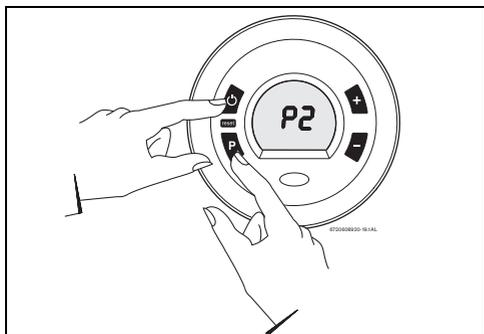

Fig. 48
- ▶ Appuyer, de manière continue, sur la touche de programmes et appuyer sur l'interrupteur principal MARCHE/ARRÊT pour allumer l'appareil (consulter la Fig. 48).